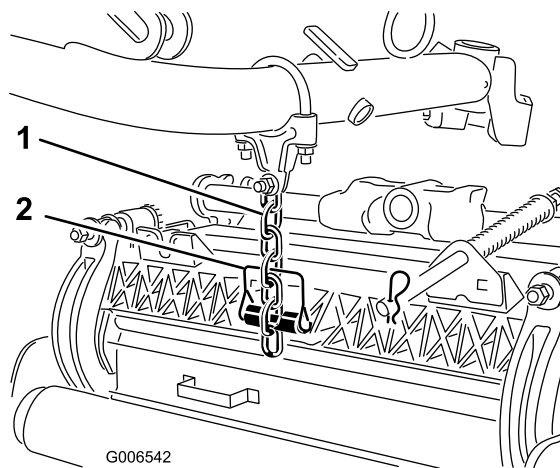

Figura 14
7. Prenda a corrente do braço de elevação ao suporte da corrente da unidade de corte (Figura 14) com o pino de encaixe da seguinte forma: